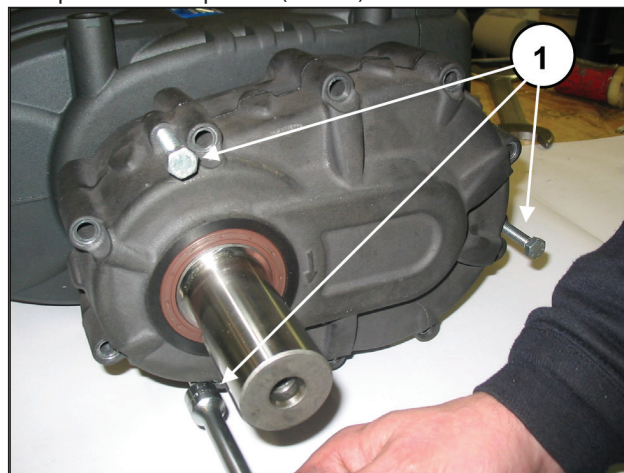
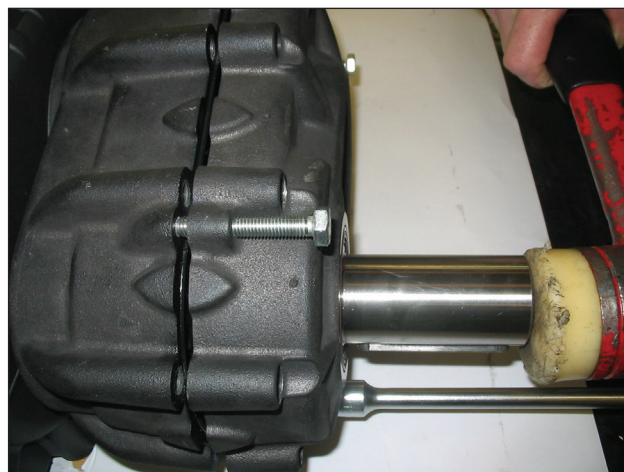

Рис. 16
Рис. 17
- Установите и завинтите в соответствующие отверстия 3 шпильки или винта с резьбой М8 (Рис. 16, поз. ①) в роли съемников, и одновременно постукивайте по шестерне так, чтобы подшипник оставался на месте во время снятия крышки (Рис. 17).